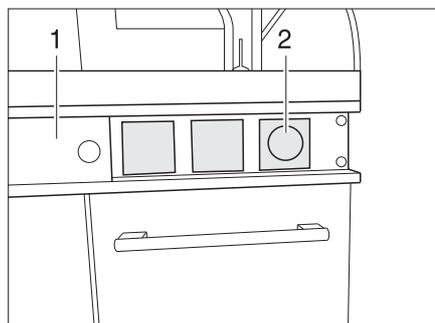

Bild 64 Variante 1: Schalter für Zentralverriegelung der Küchenbedienzeile
Die Küchenbedienzeile ist mit einer Zentralverriegelung ausgestattet. Die Klappen und Schubfächer des Küchenblocks lassen sich über den Schalter (Bild 64,2) manuell verriegeln und entriegeln.
- Blende (Bild 64,1) nach links schieben.
- Schalter (Bild 64,2) drücken. Klappen und Schubfächer des Küchenblocks sind verriegelt bzw. entriegelt.
- Blende (Bild 64,1) nach rechts schieben.